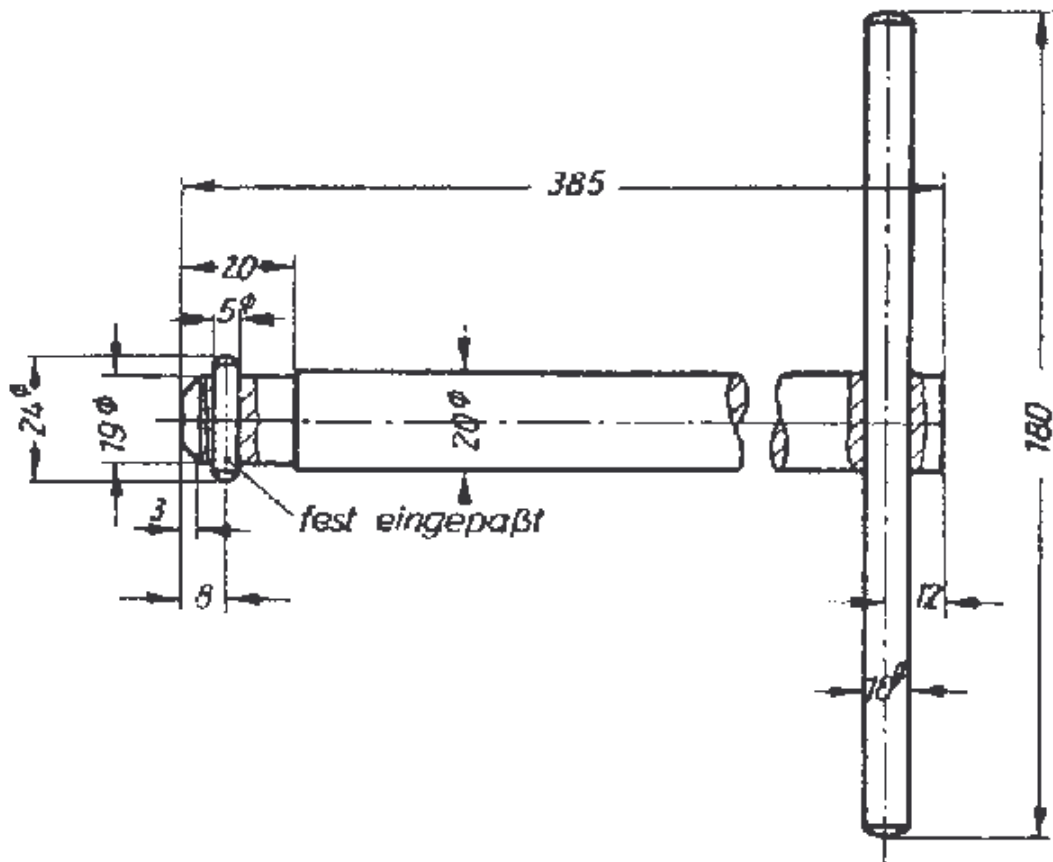
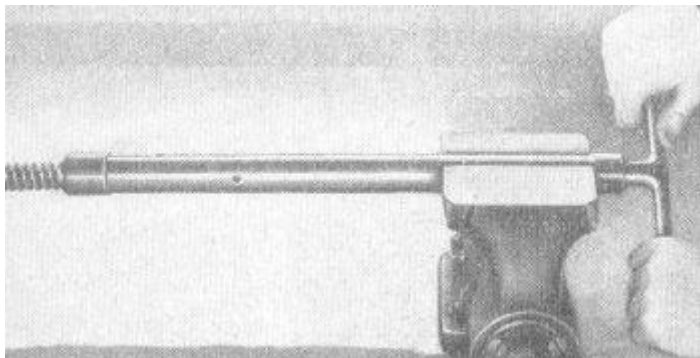

Bild 74. Steckschlüssel für das Einspannstück der Vordergabel-Tragfeder
Bild 75. Einspannstück der Tragfeder heraus schrauben
5. Kernnagel für die Sicherung des Einspannstückes für die Tragfeder heraus schlagen. Einspannstück mit Hilfe des in **Bild 74** dargestellten Steckschlüssels heraus schrauben (**Bild 75**).